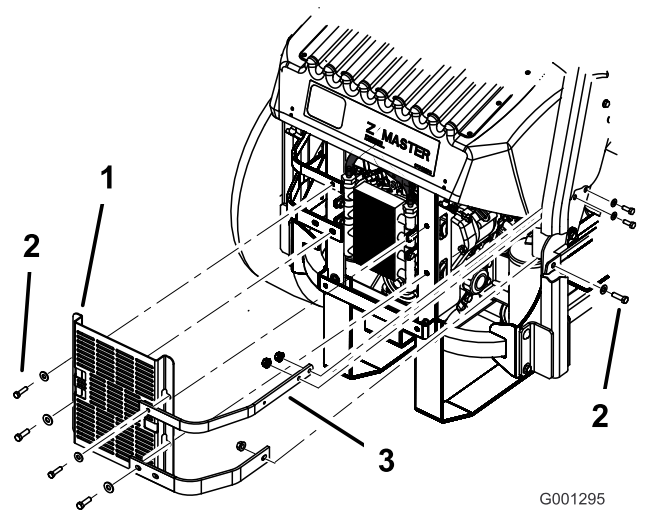

Figure 69
- Enlevez les 4 boulons qui fixent l'écran du refroidisseur d'huile au bâti arrière (Figure 69).
- Enlevez les 3 boulons qui fixent les barrettes du moteur au côté de la machine (Figure 69).
12. Montez l'écran du refroidisseur d'huile et les barrettes du moteur sur le bâti arrière au moyen des 4 boulons retirés précédemment (Figure 69).
13. Fixez les barrettes du moteur au côté de la machine (Figure 69).